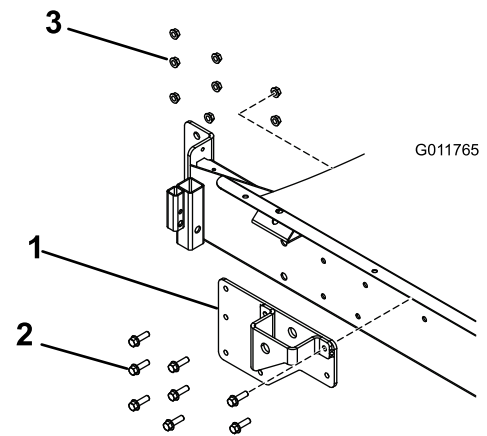

Figura 3
4. Montate le staffe destra e sinistra dei cilindri dell'irroratrice sul telaio di supporto del serbatoio, come illustrato nella Figura 3. Assicurate ogni staffa al telaio con otto bulloni (3/8 x 1-1/4 pollici) e otto dadi flangiati (3/8 pollice).